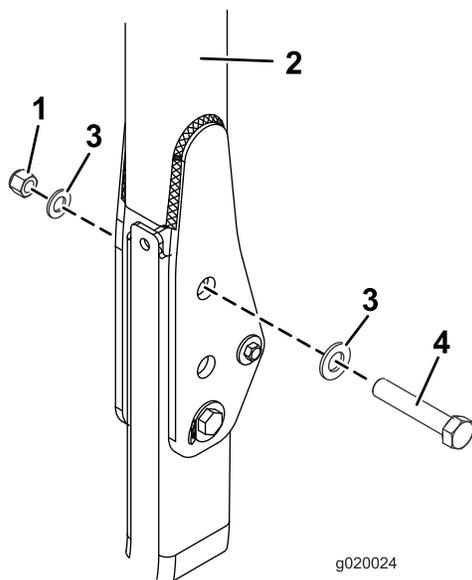

Figura 27
3. Inserite una rondella (13/16" x 1½") su ciascun bullone ($\frac{3}{4}$ " x 4"), come illustrato nella Figura 27.
4. Nei fori da cui sono state estratte le spine, installate bulloni e rondelle (Figura 27).
5. Montate un'altra rondella su ciascun bullone e fissate con un dado ($\frac{3}{4}$ "), come illustrato nella (Figura 27). Serrate i dadi a 323–396 N·m.
6. Serrate il bullone orientabile del ROPS (Figura 27) a 91–113 N·m per evitare il rimbalzamento del roll bar e del parasole.